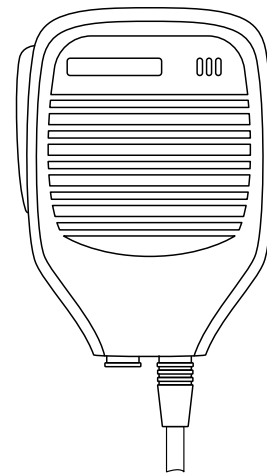

Рисунок 6.
2.3.1.1 Для осуществления экстренной голосовой связи с диспетчером, а также для голосовых объявлений в салоне транспортного средства используется гарнитура (Рис. 6). Гарнитура не входит в комплект поставки и может быть заказана дополнительно.